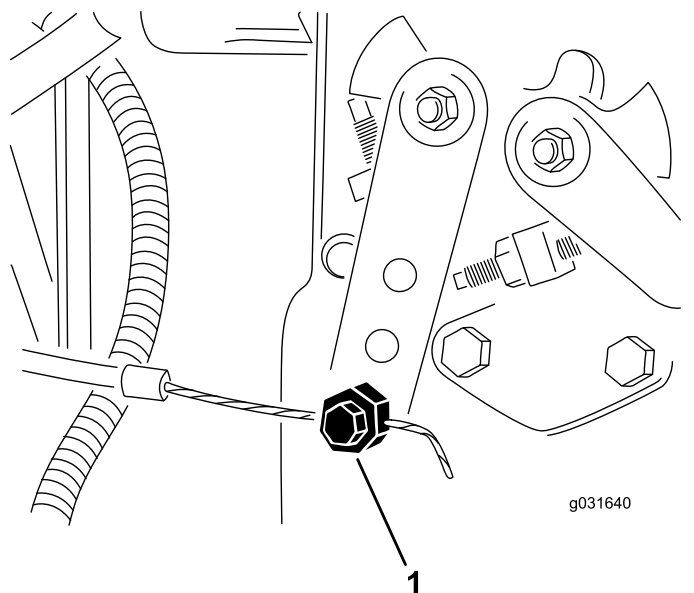

Figure 60
2. Desserrez le connecteur du câble d'accélérateur sur le bras du levier de la pompe d'injection (Figure 60).